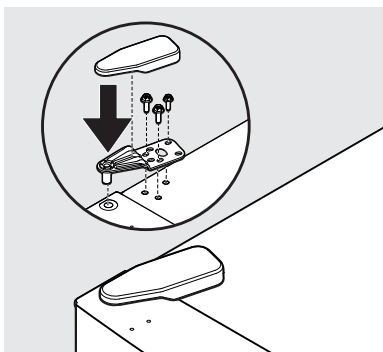

Figura 9
20. Use un destornillador Phillips™ o una llave de 5/16" para asegurar la bisagra superior usando tres tornillos de 5/16". Vuelva a colocar la cubierta de la bisagra superior (vea la figura 9).